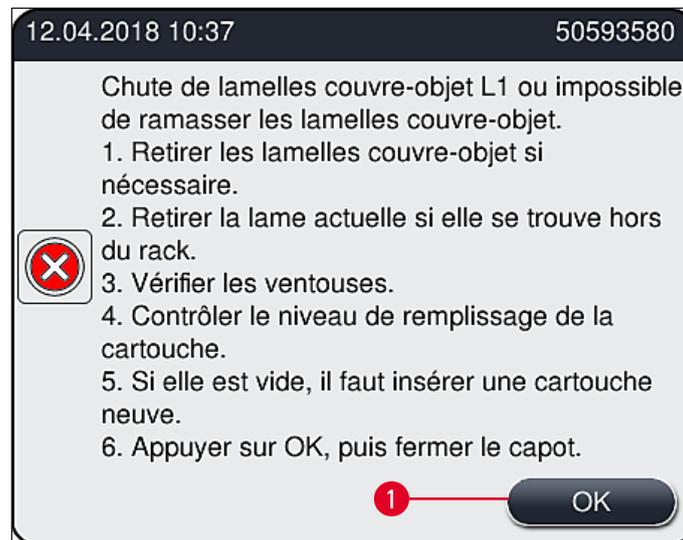

Fig. 109
Si le **module Pick&Place** perd une lamelle couvre-objet pendant le transport vers la lame ou si le **module Pick&Place** n'arrive pas, après 3 tentatives, à enlever de la cartouche des lamelles une lamelle qui s'y trouve, l'utilisateur est prévenu par un message d'erreur (→ Fig. 109).
- ① Si ce message (→ Fig. 109) s'affiche, l'utilisateur doit d'abord contrôler si une lamelle couvre-objet a été perdue lors du transport vers la lame ou si le **module Pick&Place** a été incapable de sortir une lamelle de la cartouche des lamelles.